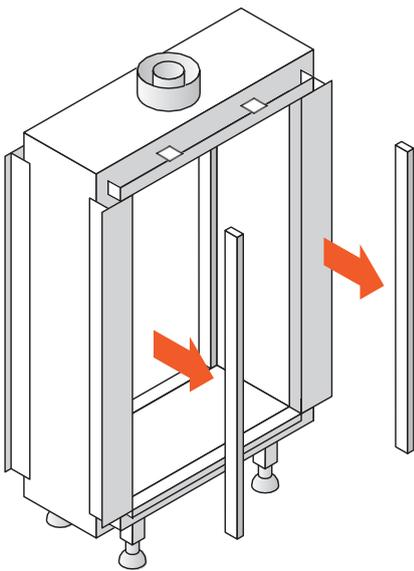

Fig. 10.2 Démontage du revêtement latéral
- Dévissez l'habillage supérieur (figure 10.2).